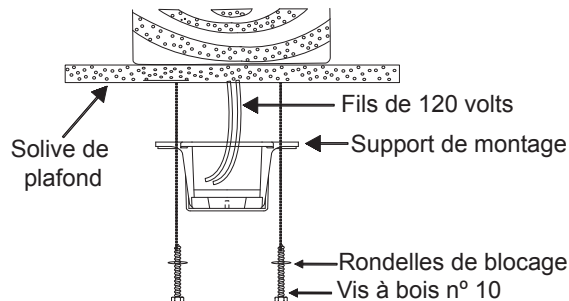

Fig. 7
Étape 4A. Fixez le support de montage directement à une solive de la structure du bâtiment. Utilisez uniquement les vis à bois et rondelles de blocage appropriées fournies avec votre ventilateur. (Fig. 7)
ATTENTION : Le support de montage doit être installé directement sur la solive du bâtiment, à l'aide des deux vis à bois et rondelles fournies. (Fig. 7)